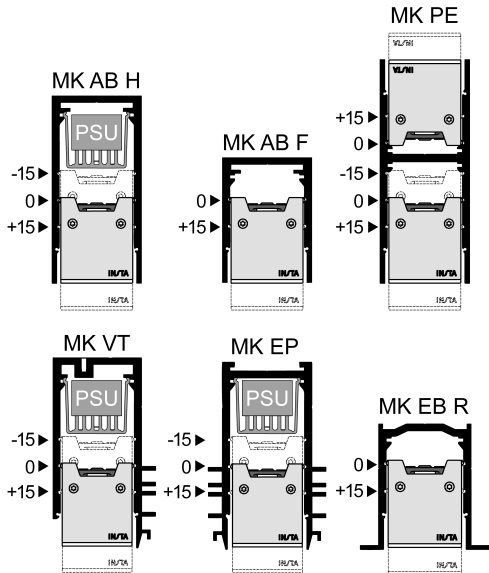

Bild 3: Raststufen abhängig vom Profiltyp
- Sämtliche Anschlussleitungen im Profil (5) verlegen und mit Kabelhaltern (6) fixieren.
- Lichteinsatz (1) anschließen und bis zur gewünschten Raststufe in das Profil (5) drücken.
- i** Abhängig vom Profiltyp sind verschiedene Positionen und Raststufen für die Lichteinsätze möglich (Bild 3).